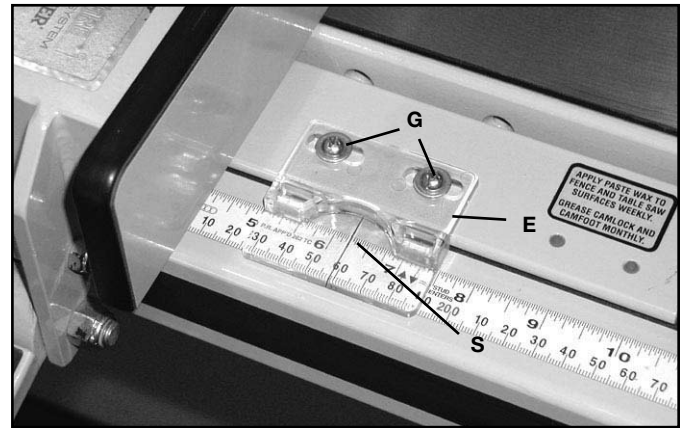

FIG. 31
9. La distancia entre la guía y la hoja de la sierra está indicada por la línea de referencia (S) del cursor (E), Fig. 31. Para calibrar el cursor con la hoja de la sierra, haga un corte de prueba con la guía fija en su lugar. Mida el ancho de la pieza cortada. Para ajustar el cursor, afloje los tornillos (G) hasta que la línea de referencia esté alineada con la misma marca de la escala con respecto a la pieza cortada. Ajuste los dos tornillos (G). Repita este ajuste hasta que el ancho de la pieza cortada concuerde con la medida indicada en la línea de referencia.